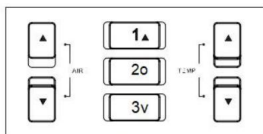

FIG. 1-4
1. Justera luftmängden: Tryck på luft för "ÿ" eller "ÿ"-knappen (se FIG 1-4). Tryck länge för att snabbt justera. Sluta trycka på knappen i 3 sekunder, det kommer att spara inställningen automatiskt.